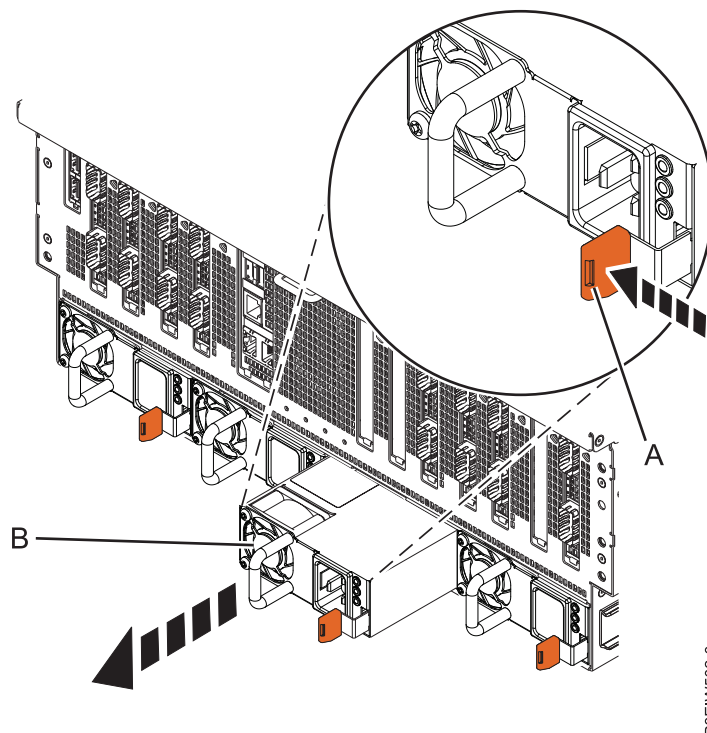

Figure 5. Retrait d'un bloc d'alimentation de l'arrière du châssis du système
2. Appuyez sur la languette de verrouillage de couleur ocre (**A**) dans la direction indiquée dans la figure 5.
3. Retirez le bloc d'alimentation (**B**) du système, comme illustré à la figure 5.